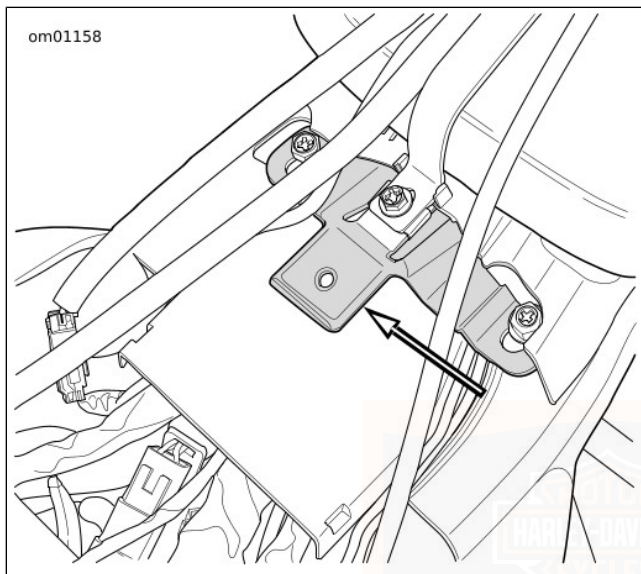

Figura 99. Lengüeta del asiento
3. Vea Figura 99. Mientras empuja el asiento hacia adelante, levante la parte trasera del asiento hasta que la pieza de soporte pase la parte superior del conjunto de la carrocería. Empuje el asiento ligeramente hacia atrás para liberar el asiento de la lengüeta de la pieza de soporte trasera del tanque de combustible.
4. Vea Figura 99. Mientras empuja el asiento hacia adelante, levante la parte trasera del asiento hasta que la pieza de soporte despeje la parte superior del Tour-Pak. Empuje el asiento ligeramente hacia atrás para liberar el asiento de la lengüeta de la pieza de soporte trasera del tanque de combustible.